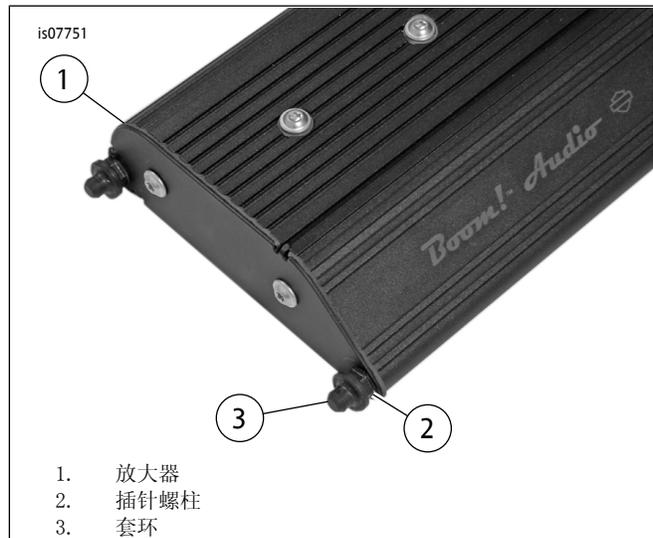

图6。放大器插针螺柱
6. 参见图6。在放大器上安装放大器插针螺柱。拧紧至 9.4-12.2 N·m (7-9 ft-lbs)。安装套环。